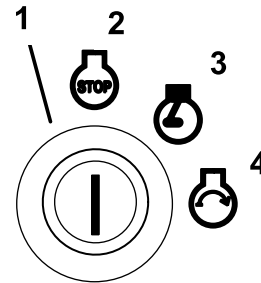

Figure 13
6. Tournez la clé dans le sens horaire en position de marche (Figure 13).
9. Tournez la clé en position de démarrage ; le témoin de préchauffage se rallume. Relâchez la clé quand le moteur démarre (Figure 13).
2. Tournez la clé dans le sens horaire en position de marche (Figure 13).
4. Tournez la clé de contact à la position contact coupé (Figure 13). Attendez l'arrêt de toutes les pièces en mouvement avant de quitter la position de conduite.